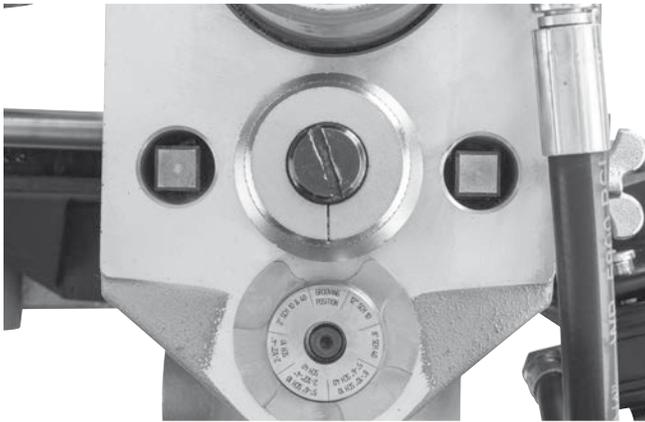

Figura 14B - Calibrul în poziția de canelare
4. Rotiți piulița de reglare în sensul acelor de ceasornic până când capul atinge treapta de măsurare a adâncimii. Rotiți dispozitivul de măsurare a adâncimii canelurii în poziția de canelare (figura 14B). Dacă calibrul nu este în poziția de canelare, acesta va împiedica canelarea și poate fi deteriorat.
2. Asigurați-vă că dispozitivul de măsurare a adâncimii canelurii este în poziția de canelare. (Figura 14B)